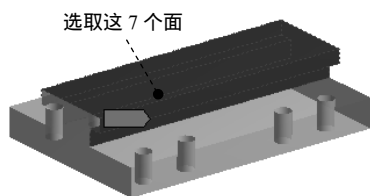

图 7.6.18 定义接触面
(1) 定义接触面。在 **Scope** 区域中单击以激活 **Contact** 后的文本框，选取图 7.6.18 所示的模型表面（7 个面）为接触面，单击 **Apply** 按钮。